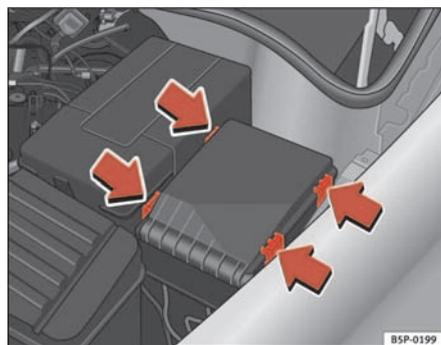

Fig. 172 Copertura della scatola dei fusibili nel vano motore
- Rimuovere la copertura dei fusibili situata nel vano motore premendo le linguette verso il centro della copertura ⇒ fig. 172.